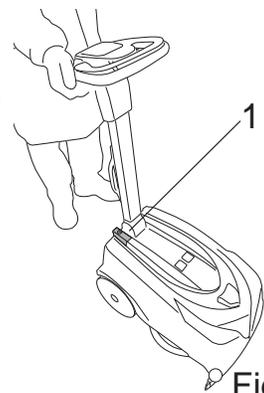

Fig.10
- Allumer la machine en appuyant sur l'interrupteur général (Fig.10-Rep.1).